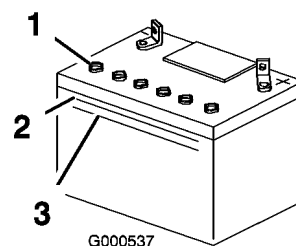

Figura 32
2. Guardate il fianco della batteria. L'elettrolito deve raggiungere la linea superiore (Figura 32). Non lasciate scendere l'elettrolito sotto la linea inferiore (Figura 32).
3. Togliete i tappi di spurgo dalla batteria (Figura 32).
4. Aggiungete lentamente acqua distillata in ogni elemento della batteria finché l'elettrolito non raggiunge la linea superiore (Figura 32) sulla cassetta della batteria.
5. Attendete cinque o dieci minuti dopo avere riempito gli elementi della batteria. All'occorrenza, aggiungete dell'acqua distillata finché l'elettrolito non raggiunge la linea superiore (Figura 32) sulla cassetta della batteria.